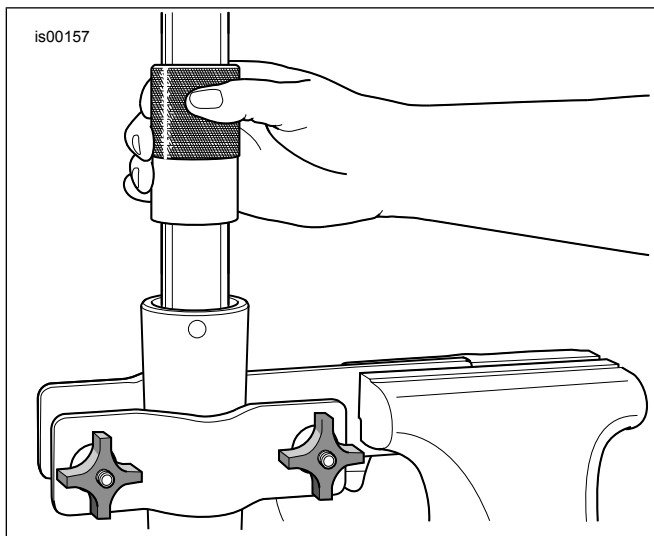

Figura 4. Instalación del sello de aceite de la horquilla
1. Deslice la cubierta contra el polvo (13), el sello contra el polvo (4), el sello de aceite (10) (con las letras hacia abajo), el espaciador del sello de aceite (15) (lado cóncavo hacia arriba) y el buje inferior (9) sobre el tubo del conjunto del tubo de la horquilla (12) para instalarlos después.
2. Instale el buje superior (7) en la ranura del conjunto del tubo de la horquilla (12). Expande el buje solamente lo necesario para que pase sobre el tubo.
3. Instale el conjunto del tubo de la horquilla (12) en el tubo exterior de la horquilla (5).
4. Vea la Figura 4. Instale el buje, el espaciador y el sello dentro del diámetro interior del deslizador golpeando suavemente los componentes hacia arriba con la HERRAMIENTA PARA EL BUJE DEL SELLO DE LA HORQUILLA (B-42571).
5. Instale el anillo de retención interior (3) dentro de la ranura en la parte inferior del tubo exterior de la horquilla.
6. Instale el sello contra el polvo (4) y la cubierta contra el polvo (13).
7. Inserte el conjunto del cartucho (1) en el diámetro interior del tubo de la horquilla.
8. Instale el tornillo y la arandela (14) dentro de la parte inferior del conjunto del tubo de la horquilla (12). Mueva repetidamente el tubo deslizante en toda su trayectoria dentro del deslizador para comprobar la alineación correcta de los componentes. Después aplique fuerza hacia abajo sobre el conjunto del cartucho y apriete el tornillo. Apriete el tornillo a 15–25 N·m (12–18 ft·lbs).
9. Inserte el espaciador de precarga (16) sobre el cartucho en el diámetro interior del tubo de la horquilla.